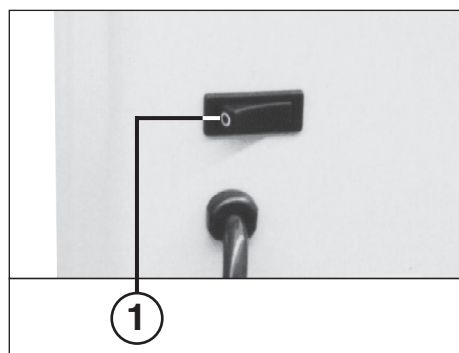
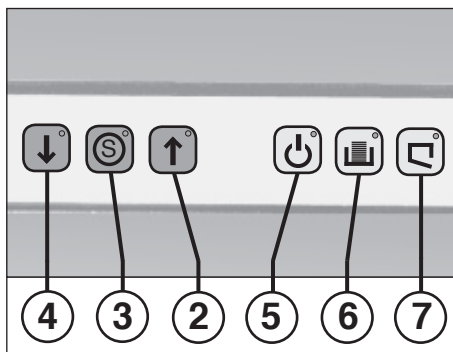

Fig. 1
Fig. 2
- 1 = Interruttore a bilico „Pronto funzione“ (Fig. 1)**
- 2 = Tasto avanti (Fig. 2)**
- 3 = Tasto arresto „S“ (Fig. 2)**
- 4 = Tasto indietro (Fig. 2)**
- 5 = Spia di controllo (Fig. 2)**
„Contenitore colmo“ (Fig. 2)
- 7 = Spia di controllo (Fig. 2)**
Inserire la macchina tramite l'interruttore a bilico (1) (Fig. 1). La spia dell'indicatore di controllo „Pronto funzione“ (5) e la spia del tasto di arresto „S“ (3) (Fig. 2) si accendono per indicare che la macchina è pronta a funzionare.
Non appena il contenitore di scarico è colmo, la macchina viene disinserita e viene emesso un segnale acustico. La spia di controllo (6) (fig. 2) si accende. Svuotare il contenitore di scarico procedendo nel modo seguente:
- Aprire il portello. La spia di controllo (7) (fig. 2) si accende.
- Il segnale acustico viene disattivato. La spia di controllo (6) si spegne.
- Inserire il sacco vuoto, reinserire il contenitore e chiudere il portello. La spia di controllo (7) si spegne.
Aver cura di disinnestare l'apparecchiatura di notte (premendo l'apposito interruttore a bilico (1) (Fig. 1)).
- La spia del tasto di arresto „S“ (3) (Fig. 2) si accende.
- Azionare brevemente il pulsante per lo scorrimento all'indietro (4) (fig. 2).
Sollecitando il motore oltre i limiti avviene il blocco. Premere quindi l'interruttore a bilico di disinnesto (1) (Fig. 1).